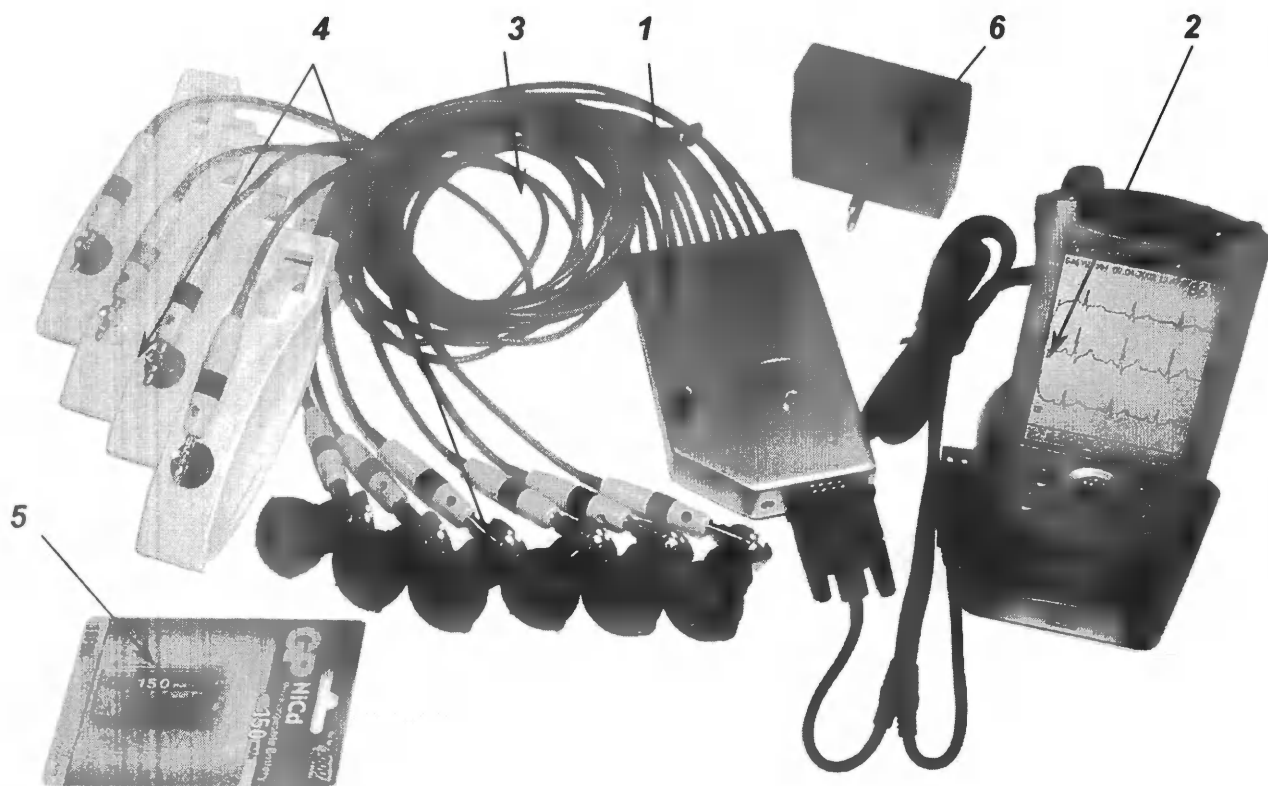

Рисунок 1.
В состав комплекта поставки электрокардиопередатчика на базе карманного персонального компьютера "МИКТО ЭКП-1204" входит (см. Рис.1)¹:
¹ Позиции 7 и 8 на Рис.1 не показаны.
5.3. В комплект электрокардиопередатчика “МИКТО ЭКП-1204” входит карманный персональный компьютер в комплектности фирмы-изготовителя. Минимальные системные требования к ПК: процессор Intel ARM или Xcale PXA250, RAM 32Mb, ROM 16Mb, 320x260 TFT, *синхронизация с ПК через COM-port, OS MS Windows Pocket PC 2000, 2002 и 2003*. На Рис. 1 в качестве примера комплектации показан ПК фирмы Hewlett-Packard (USA) iPAQ H5450.
5.3. В комплект электрокардиопередатчика "МИКТО ЭКП-1204" входит карманный персональный компьютер в комплектности фирмы-изготовителя. Минимальные системные требования к КПК: процессор Intel ARM или Xscale PXA250, RAM 32Mb, ROM 16Mb, 320x260 TFT, *синхронизация с ПК через COM-port, OS MS Windows Pocket PC 2000, 2002 и 2003*. На Рис. 1 в качестве примера комплектации показан КПК фирмы Hewlett-Packard (USA) iPAQ H5450.